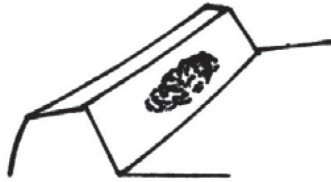

Рис. 8. Выступ зацепления зубчатой передачи
- a. Зацепление главных механизмов осуществляется посредством выбора прокладки гнезда подшипника и прокладки картера ведущего моста необходимой толщины, чтобы убедиться в правильности отпечатка (как показано на рис. 8) и размером зазора в пределах 0.16-0.32 мм. При этом, удерживайте предварительное напряжение на обоих концах дифференциала в пределах 100—150 Н;
- b. Соприкосновение пары звездочек на концах переднего моста регулируется набором прокладок (1) подходящей толщины, чтобы гарантировать зазор механизма в пределах 0.16—0.3 мм, и обеспечить правильное пятно контакта.
- c. Чтобы получить конечный зазор механизма в пределах 0.16—0.3 мм, необходимо изменить толщину прокладок (13) для окончательной регулировки, тем временем,
- d. Зазор 0.1—0.5 мм между нижней поверхностью кольца-фиксатора (4) вертикального вала (3) в любом конце и верхней поверхностью ведомой шестерни (7) получают используя прокладки (6) подходящей толщины.